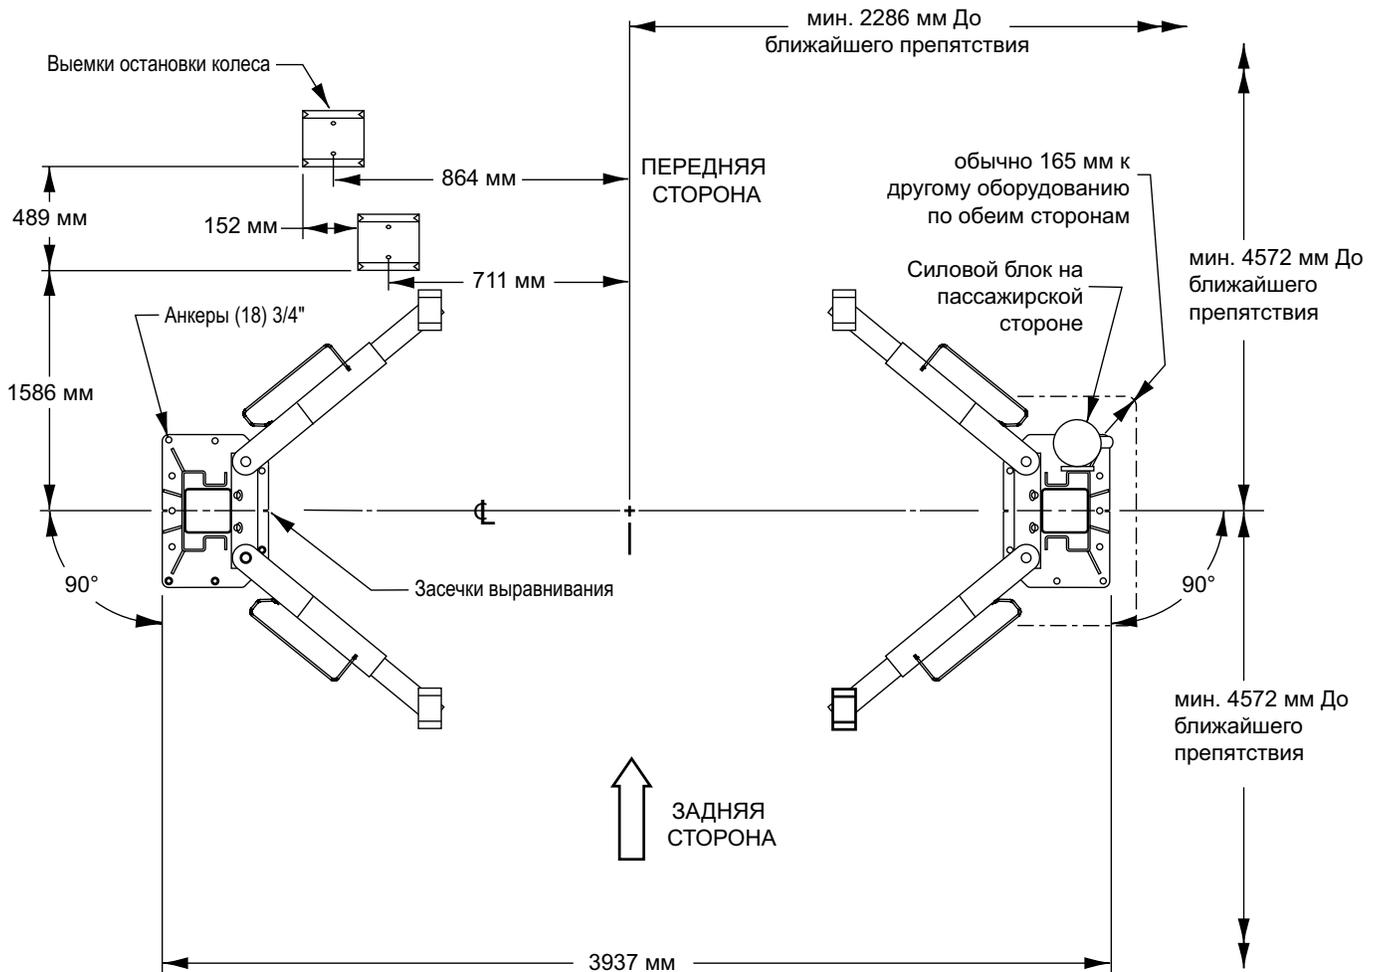

Рис. 1
1. Размещение подъемника: Если имеется архитектурная планировка, используйте ее при выборе места установки подъемника. На рис. 1 показаны габаритные размеры типовой планировки отсека.
3. Регулировка подъемника при монтаже: С помощью блока и талей (или аналогичного механизма, увеличивающего механические усилия) установите стойки вертикально. Установите стойки в отсеке согласно габаритным размерам, указанным на рис. 1. Установите стойку с монтажным кронштейном силового блока на пассажирской стороне подъемника. Нижние части плит основания обеих стоек должны располагаться под прямым углом к осевой линии подъемника. На каждой плите основания высечены засечки для указания осевой линии подъемника.